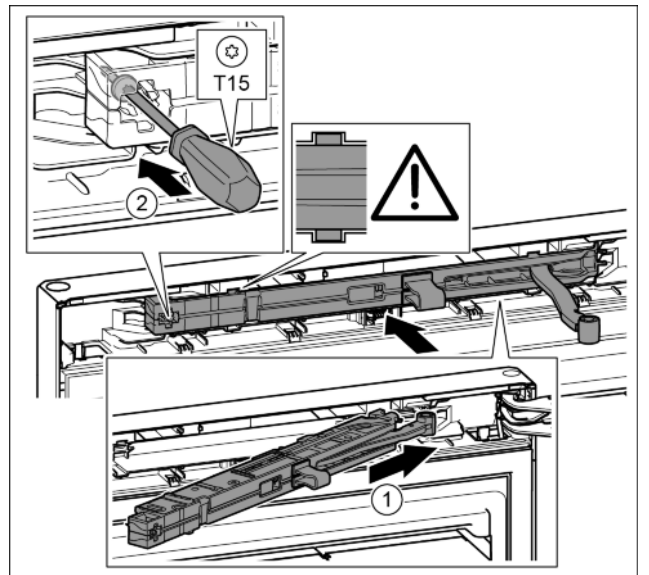

Fig. 40
- Під нахилом просуньте демпферний вузол з боку опорного кронштейна в отвір до упору. Fig. 40 (1)
- Закрутіть гвинт за допомогою викрутки T15. Fig. 40 (2)